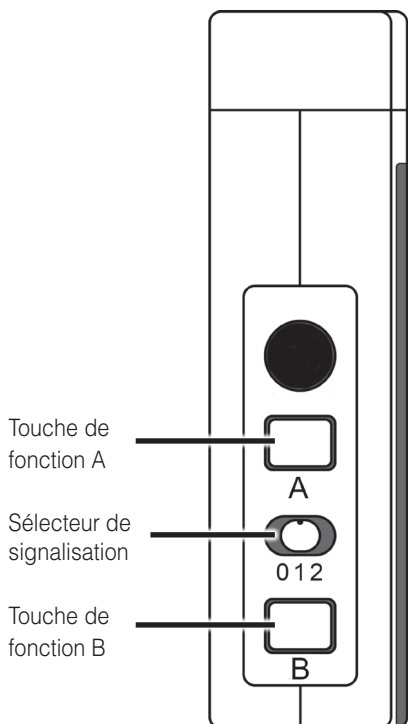

Figure 2 : Réglage et touches
À l'aide de l'interrupteur coulissant de sélection du signal (fig. 2 « 0 1 2 »), vous pouvez choisir le type de signalisation. Veuillez noter que les symboles sont toujours éclairés par des DEL de couleur.
- a) Appuyez longuement sur le bouton «A» (fig. 2). Les symboles s'allument les uns après les autres. Relâchez la touche dès que le symbole souhaité s'allume.
- a) Appuyez longuement sur le bouton A (fig. 2). Les symboles s'allument les uns après les autres. Relâchez la touche dès que le symbole souhaité s'allume.
- b) Ensuite, appuyer sur les boutons A et B (fig. 2) en même temps jusqu'à ce que tous les symboles s'allument.
En poussant sur le bouton «A» (fig. 2), le dernier signal émis peut à nouveau être affiché. De la même manière, un signal qui vient d'être émis peut être « effacé » en appuyant sur ce bouton.